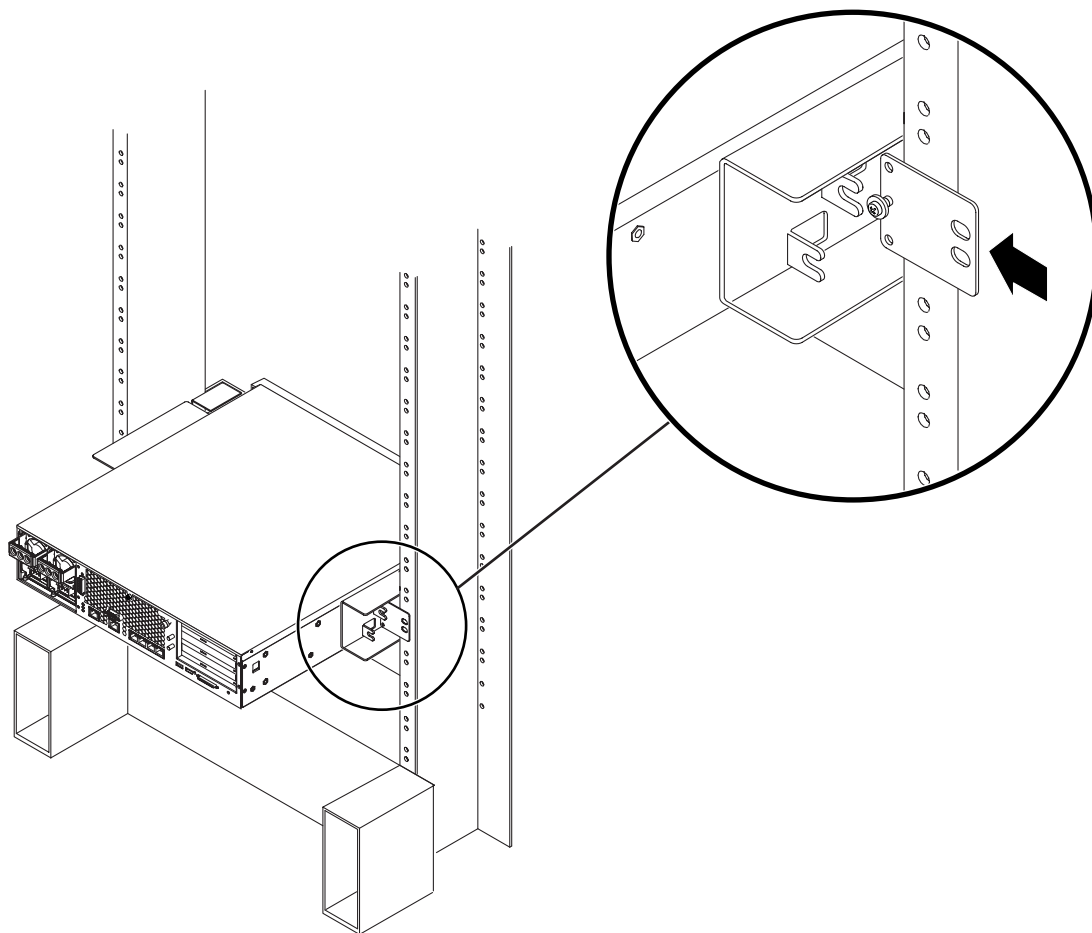

図 3-28 側面固定部品への背面プレートの取り付け
- b. 背面プレートをスライドさせて、いずれかのねじ受けの所定の位置にねじを差し込みます。ねじ頭がサーバーの背面側を向き、背面プレートのもう一方の端がラックポストの手前になるようにします (図 3-28 を参照)。
- c. ねじを締めて、側面固定部品のねじ受けに背面プレートを固定します (図 3-28 を参照)。